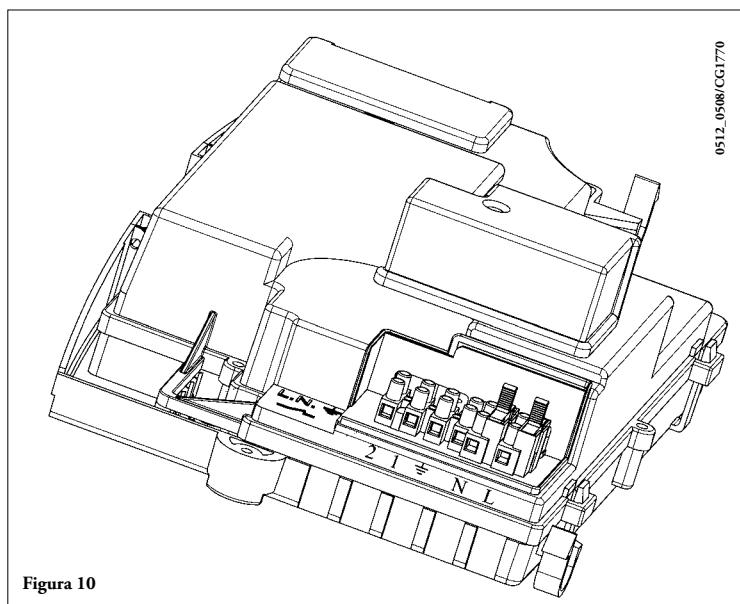

Figura 10
- desurubați capacul pentru a ajunge la cablaje (Figura 10).
- accesați blocul de borne pentru alimentarea cu electricitate (figura 10);
- conectați termostatul ambiental la bornele (1) - (2) și îndepărtați jumper-ul.